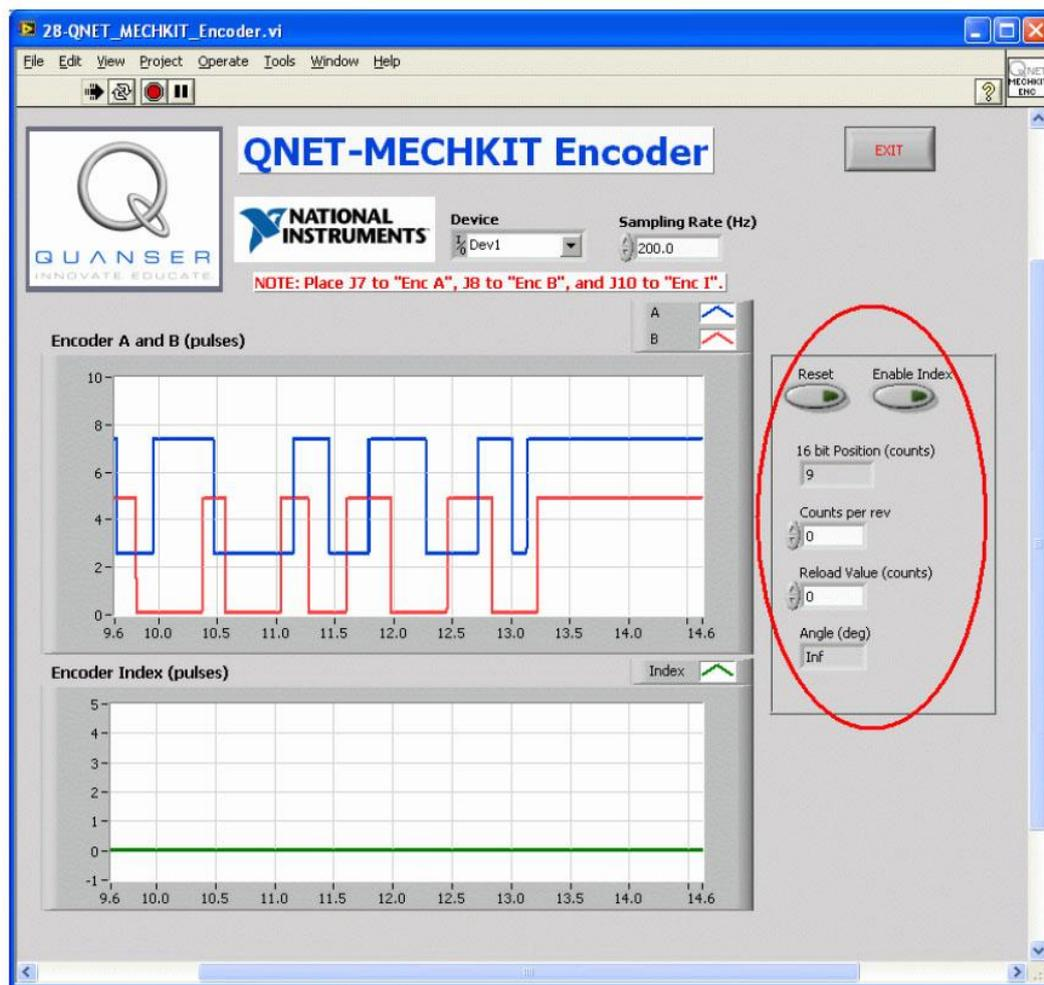

Рис. 51. Запуск QNET_MECHKIT_Encoder.vi
1. Наблюдая за индикатором *16-bit Position (counts)* на лицевой панели VI (рисунок 51), вращайте рукоятку и определите, сколько импульсов приходится на один оборот. Введите полученный результат в элемент управления *Counts per rev*. Вращая рукоятку, убедитесь в том, что индикатор *Angle (deg)* точно показывает угол поворота.